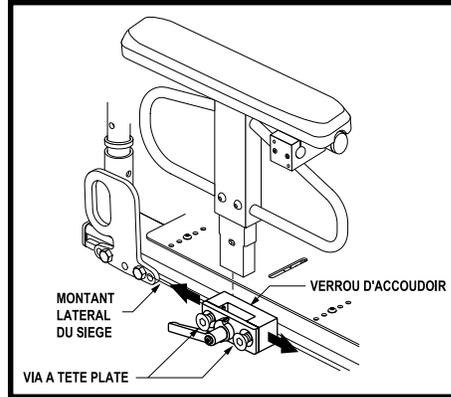

Figure 15. Réglage position accoudoir enfichable usage intense
5. Installez le module d'accoudoir dans le verrou de montage et tournez le levier de blocage vers l'avant. Voir la figure 15.